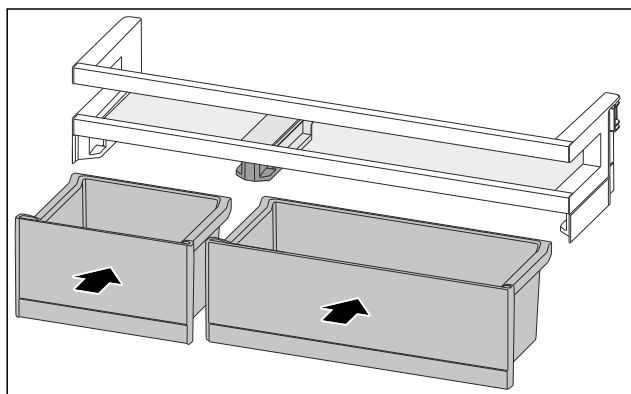

Fig. 112
- Installer les VarioBoxs dans l'agencement inverse. (voir Fig. 112)